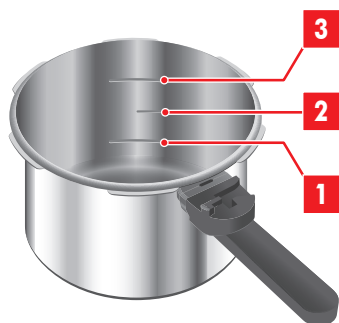

Рис. 9: Обратить внимание на уровень наполнения
3. Наполните кастрюлю водой минимум до 1/3 объема (см. рис. 9/1). В зависимости от рецепта, вместо воды можно использовать бульон.
5. Уложите продукты в кастрюлю. Следите за тем, чтобы кастрюля была заполнена не более, чем на 2/3 объема (см. рис. 9/3).
- При использовании продуктов питания, которые вспениваются или увеличиваются в объеме во время термообработки, как, например, рис, бобовые, бульоны или сушеные овощи, заполняйте скороварку не более, чем до половины ее емкости (см. рис. 9/2).